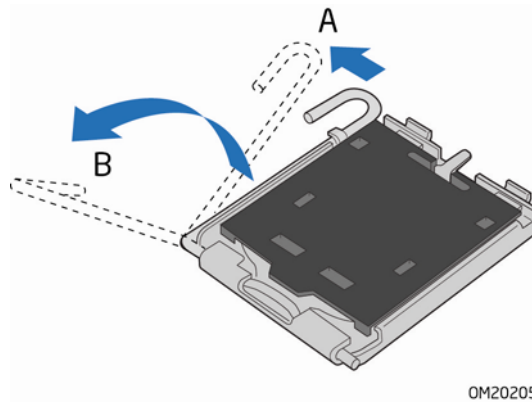

图 7. 抬起插槽拉杆
2. 按下插槽拉杆并使其离开插槽，打开插槽拉杆（图 7 中的 A 和 B）。